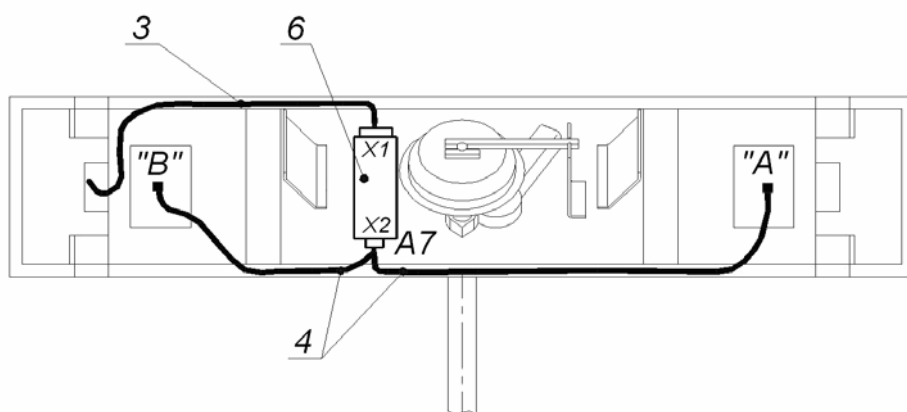

Рисунок 11 Схема прокладки кабелей в стойке турникета:
5.11.2 В случае несанкционированного прохода через турникет сигнал *Ready* формируется следующим образом. При повороте преграждающих планок на 8° срабатывает один из оптических датчиков поворота преграждающих планок (см. рис. 11) и размыкаются выходные контакты *Ready* и *Common* (начало сигнала). При возвращении преграждающих планок в исходное положение происходит нормализация обоих указанных оптических датчиков и замыкание выходных контактов *Ready* и *Common* (окончание сигнала).